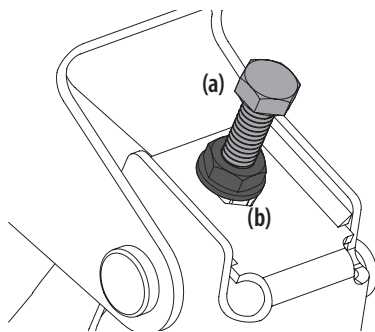

Figure 38
3. Localisez les boulons de réglage (a) à gauche et à droite du plateau. Consultez la Figure 38.
4. Desserrez, mais ne retirez pas, les contre-écrous (b) du boulon de réglage. Ajustez le boulon de réglage droit ou gauche vers le haut ou le bas, le cas échéant, jusqu'à ce que les hauteurs de chaque côté soient égales. Consultez la Figure 38.